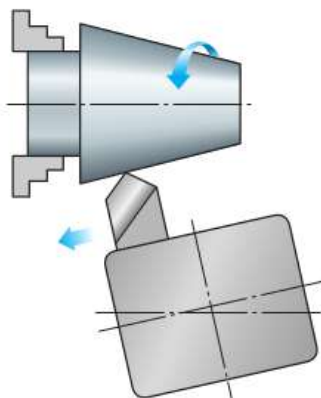

Рис. 5.37. Обработка конуса при поворнутом верхнем салазках суппорта
- при поворнутом верхнем салазках суппорта (рис. 5.37);